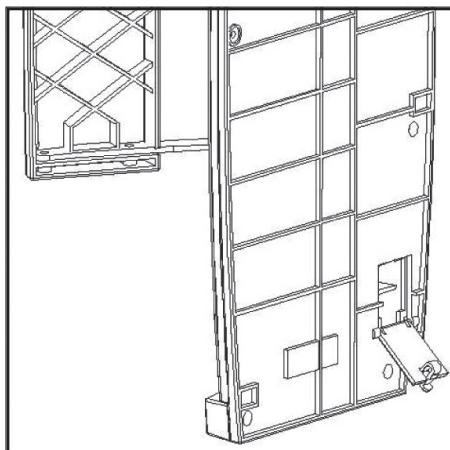

Abb. 7
- Zum Entleeren des Abfallbehälters das Gerät wie in Abbildung 7 dargestellt senkrecht halten.